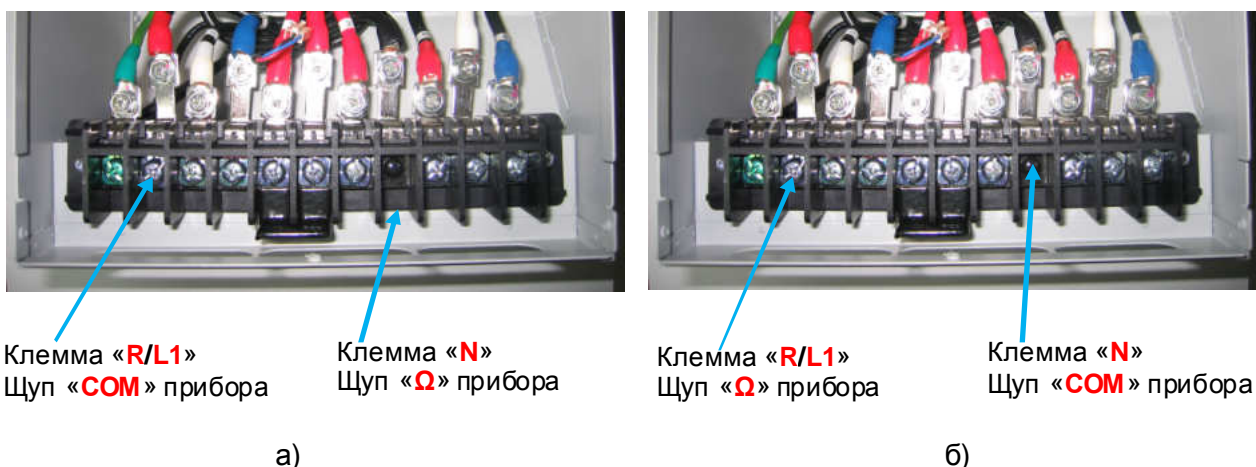

Рис.4.12. Проверка входных силовых цепей относительно терминала “-” звена постоянного тока.
4.12.17.5. Подключить щупы мультиметра к клемме **R/L1** и клемме **N** силовой клеммной колодки в соответствии с рис. 4.12а. Показания , при исправном диодном мосте, должны быть в пределах **200...1000** (прямая проводимость диода). Повторить проверку для клемм **S/L2** и **T/L3**. Если показания прибора отличаются более чем на 10%, диодный мост считается неисправным. Подключить щупы мультиметра в соответствии с рис. 4.12б. Прибор должен показать «**Обрыв цепи**» (обратная проводимость). Повторить проверку для клемм **S/L2** и **T/L3**.